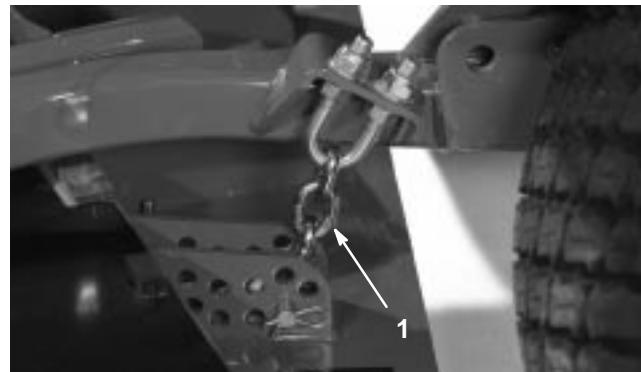

Bild 76
3. Entfernen Sie den Splint und den Lastösenbolzen, mit denen die Schnithöhenkette an der Rückseite des Mähwerks befestigt ist (Bild 76).